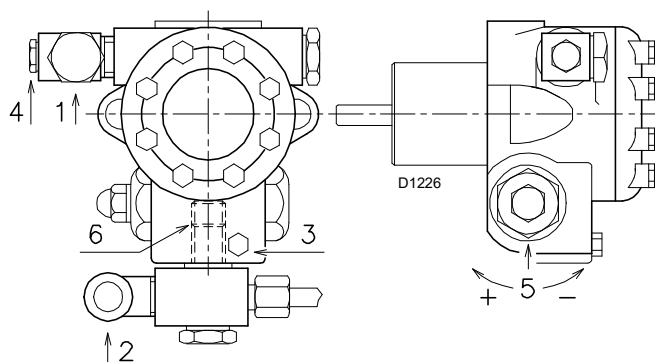

Рис. 21
- Для автоматической заливки насоса необходимо отвернуть винт 3) (Рис. 21) насоса, чтобы выпустить воздух, содержащийся во всасывающем трубопроводе.